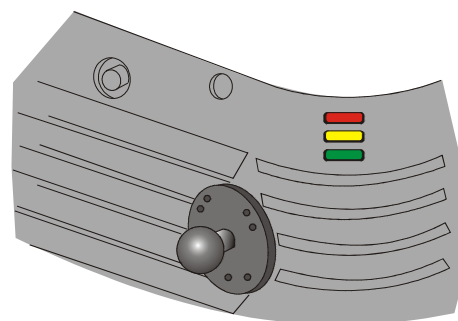

Figure 5-1 Светодиоды состояния проектора
2. Проверьте состояние индикаторов состояния на углах задней панели проектора. (Figure 5-1). Если они не указывают на выполнение каких-либо операций, перейдите к пункту 3.